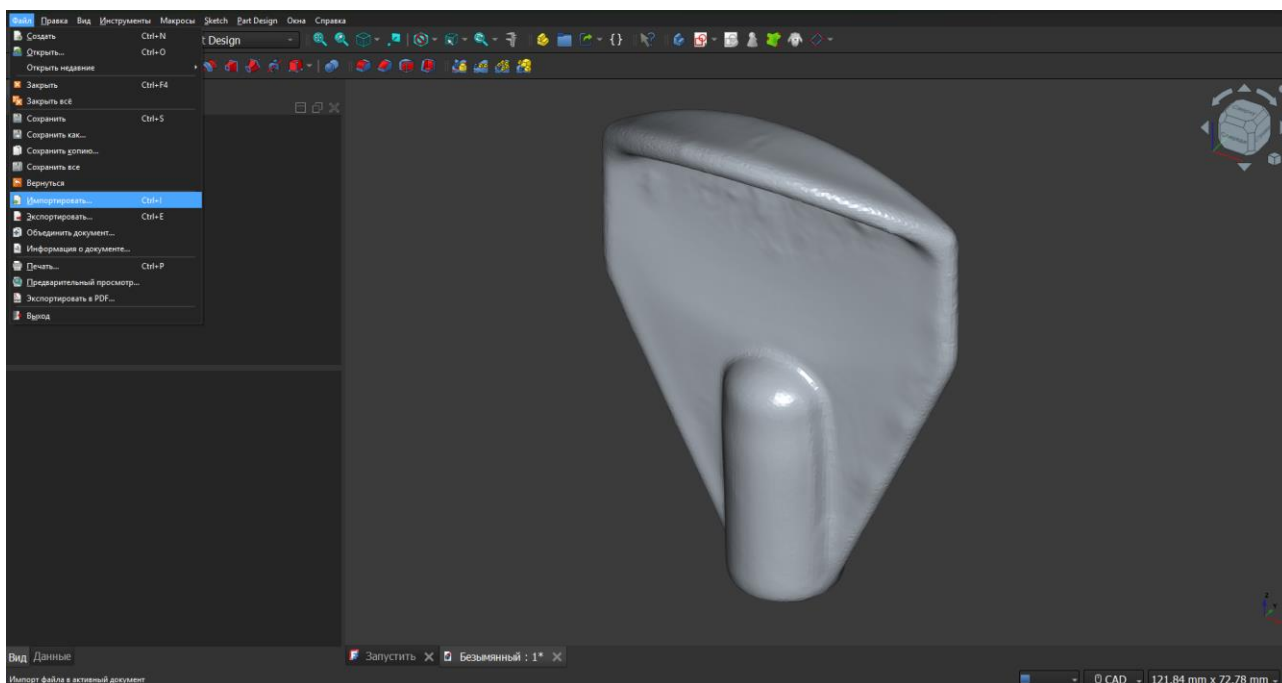

Рис. 19. Импорт модели в формате *.stl
4. нажмите *Open* — модель появится в рабочей области (Рис. 19).